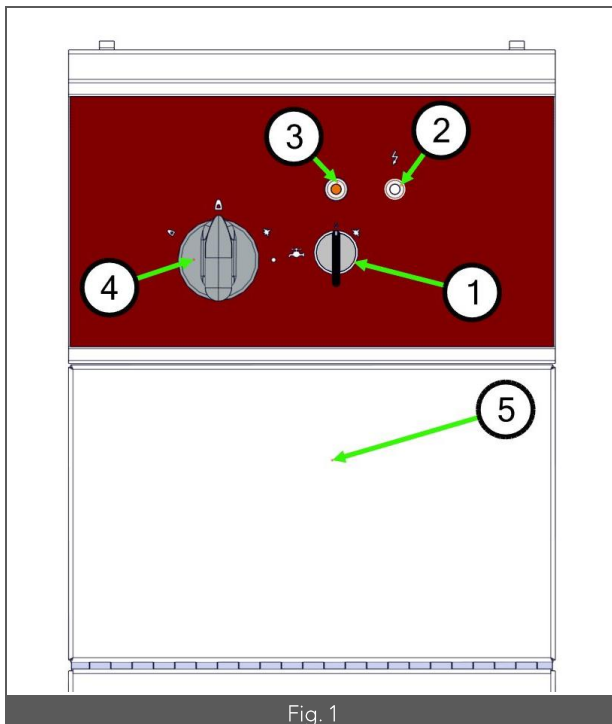

Fig. 1
- 1- Le voyant blanc s'allume (Fig. 1 - Rep. 2), indiquant que l'appareil est alimenté électriquement.
- 2- Enfoncer le robinet gaz (Fig. 1- Rep. 4), puis le tourner en position « allumage » (✱).
- 3- Tout en maintenant le robinet gaz enfoncé, actionner le sélecteur (Fig. 1- Rep. 1) vers la droite, en position « allumage » (✱).
- 8- Activer la torche principale. Pour se faire, exercer une pression suffisante à l'aide du genou sur le plateau de commande (Fig. 1- Rep. 5), la torche principale s'enflamme et reste allumée jusqu'à ce qu'une nouvelle pression soit exercée sur le plateau de commande.